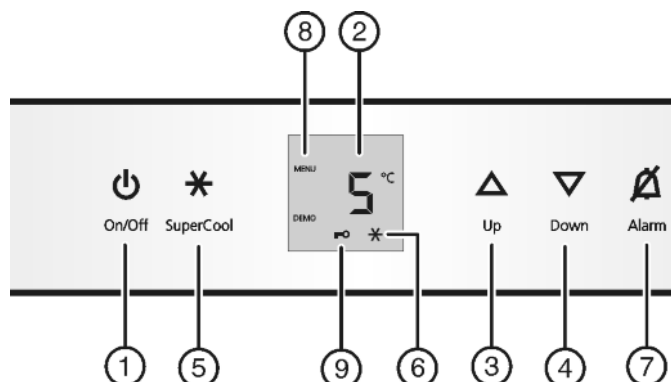

Fig. 2
- ▶ Tryk på tast On/Off Fig. 2 (1).
- ▷ Symbol Menu Fig. 2 (8) lyser.
- ▶ Tryk kort på tasten SuperCool Fig. 2 (5) for at kvittere.
- ▶ Tryk kort på tasten SuperFrost *Fig. 2 (5)* for at tænde børnesikringen.
- ▷ Symbol Børnesikring *Fig. 2 (9)* lyser. På displayet blinker **c**. Når der vises **c0** på displayet:
- ▶ Tryk kort på tasten SuperFrost *Fig. 2 (5)* for at slukke børnesikringen.
- ▷ Symbol Børnesikring *Fig. 2 (9)* slukker. På displayet blinker **c**.
- ▶ Deaktivering af indstillingsmodus: Tast On/Off *Fig. 2 (1)*.
- ▶ Tryk på tasten alarm *Fig. 2 (7)*.
- ▶ Indstilling af temperatur varmere: Tryk på indstillingstasten Up *Fig. 2 (3)*.
- ▶ Indstilling af temperatur koldere: Tryk på indstillingstasten Down *Fig. 2 (4)*.
- ▶ Tryk kort på tasten SuperCool *Fig. 2 (5)*.
- ▷ Symbolet SuperCool *Fig. 2 (6)* lyser op i displayet.
- ▷ Symbolet SuperCool *Fig. 2 (6)* slukkes i displayet.